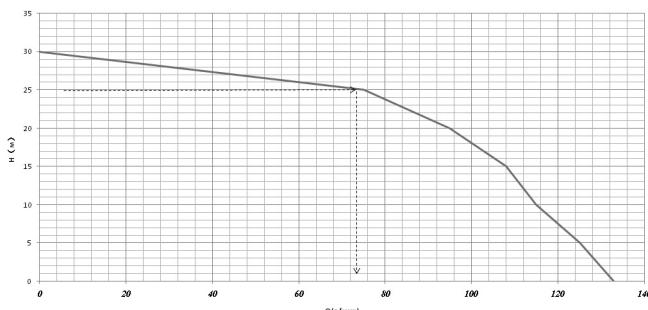

Рис. 14 График зависимости производительности  $Q$  мотопомпы от высоты подъема ( $H$ )
- График зависимости производительности мотопомпы от высоты подъема  $H_s$  (Рис. 14).
4. На графике зависимости высоты подъема от производительности мотопомпы (Рис.14) находим величину расхода, она составляет примерно 72 л/мин или 4,3 м3/час.